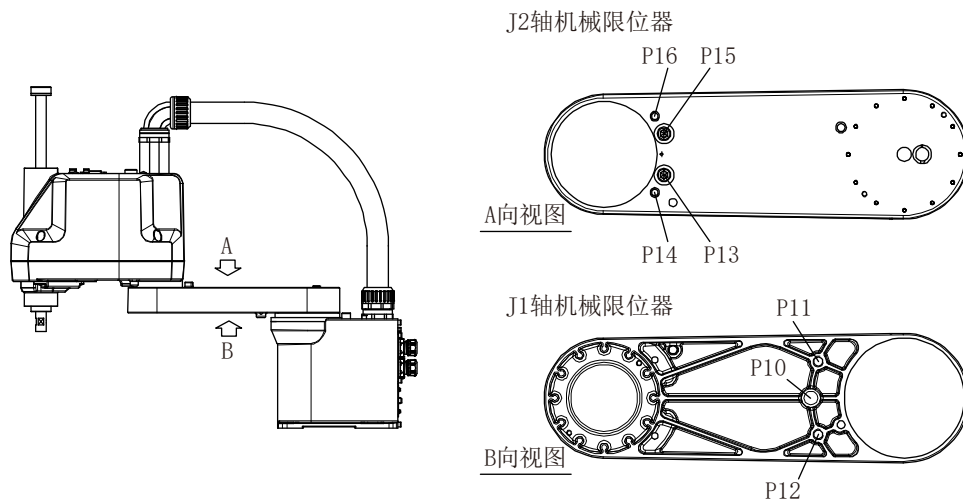

图 3-1：机械限位器位置
注 1) 关于机械限位器位置请参阅图 3-1。
- 2) 参照表 3-1 及图 3-1 按设定的角度将限位器安装到螺栓孔中。机械限位器位置如图 3-1 所示。螺栓孔被机械臂遮挡的情况下，应用手缓慢移动 1 号机械臂。